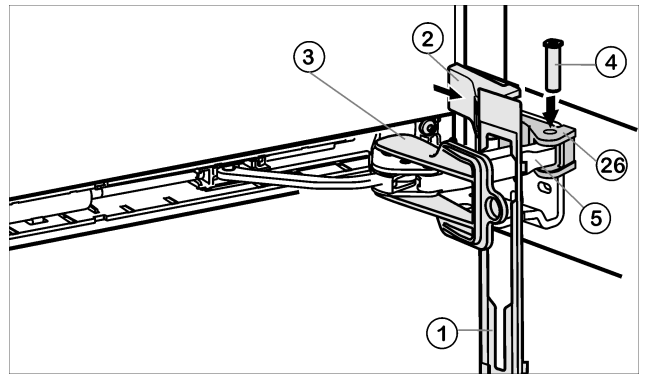

Fig. 11
- ▶ Навесьте накладку Fig. 11 (1) на амортизационную скобу таким образом, чтобы передние защелки показывали вперёд, а передняя сторона была направлена к устройству.
- ▶ Притяните амортизационную скобу Fig. 11 (5) к опорной детали Fig. 11 (26) и сверху снова вставьте палец Fig. 11 (4) таким образом, чтобы квадратная головка сидела в углублении.
- ▶ Установите и защелкните крышку Fig. 11 (2).
- ▶ Выкрутите фиксатор Fig. 11 (3).
- ▶ Надвиньте и защелкните накладку Fig. 11 (1) на дверце.